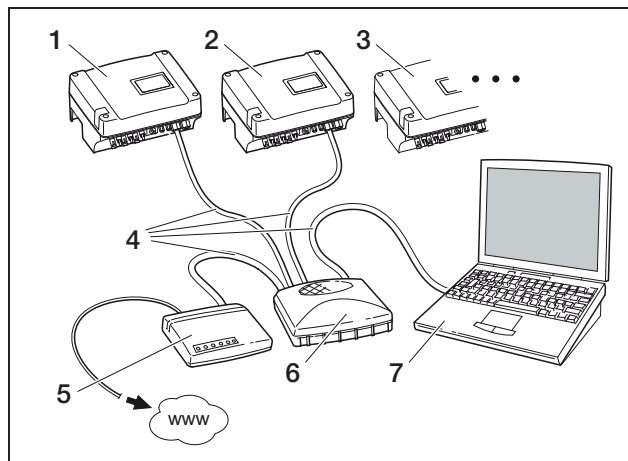

Abbildung 74: Kommunikationsboard I: Netzwerkeinstellungen mit automatischer Netzwerkkonfiguration bei externem DSL-Router (● Auto-IP / DHCP, ☑ externer Router)
- Die Option „Auto-IP / DHCP“ ist für die meisten Anwendungsfälle geeignet (Abbildung 74 bzw. 75).